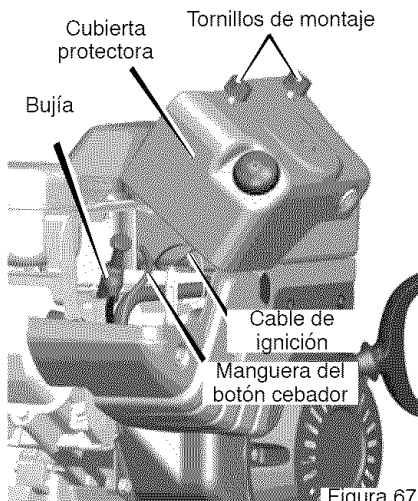

Figura 67
3. Quite los **ornillos de montaje** (Figura 67).
7. Monte la cubierta protectora en el motor y fíjela con los tornillos de montaje (vea la Figura 67).